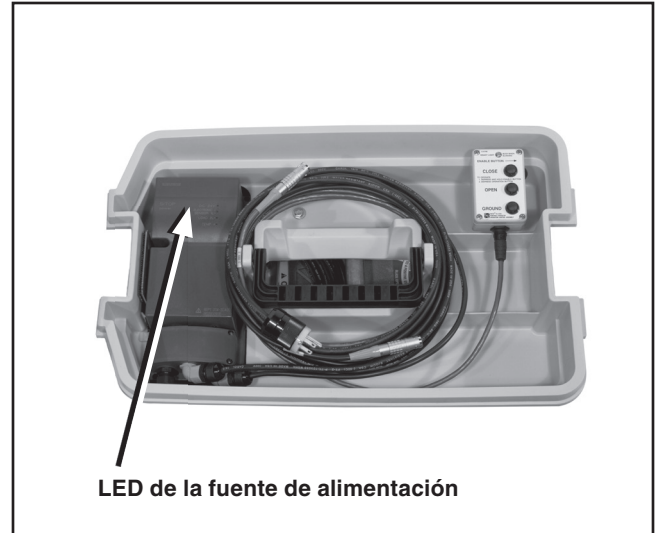

Figura 10. LED en la fuente de alimentación de entrada de ca Suministrada por S&C.
**PASO 7.** Si la fuente de alimentación es una fuente de alimentación de entrada de ca suministrada por S&C, inserte su clavija de tres puntas en un receptáculo de alimentación de 120 V ca conectado a tierra. Asegúrese de revisar que los LED etiquetados “DC 24V” y “LOAD 2L+” estén encendidos en la fuente de alimentación, como se muestra en la Figura 10. Si estos no están encendidos, consulte la Tabla 1 en la Página 13 y la sección “Solución de Problemas” en la página 15.